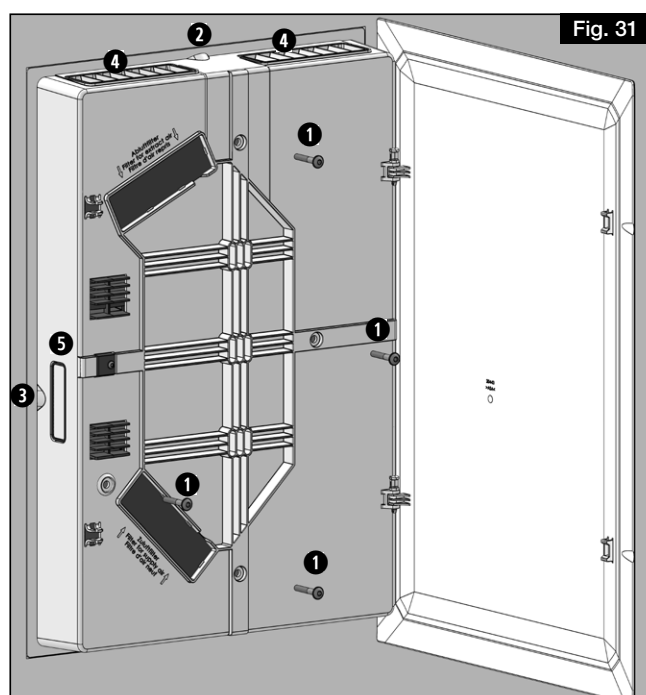

Fig. 31
1. Enlever les vis ❶, saisir le cadre par les poignées encastrées ❷ en haut et ❸ à gauche et le soulever avec précaution par-dessus la grille ❹ et le clavier à membrane ❺ (voir Fig. 31).
4. Insérer l'échangeur thermique ❶ et l'enfoncer jusqu'à la butée.
5. Placer avec précaution le cadre par-dessus le clavier à membrane ❷ et la grille ❸ et le visser (voir Fig. 31).